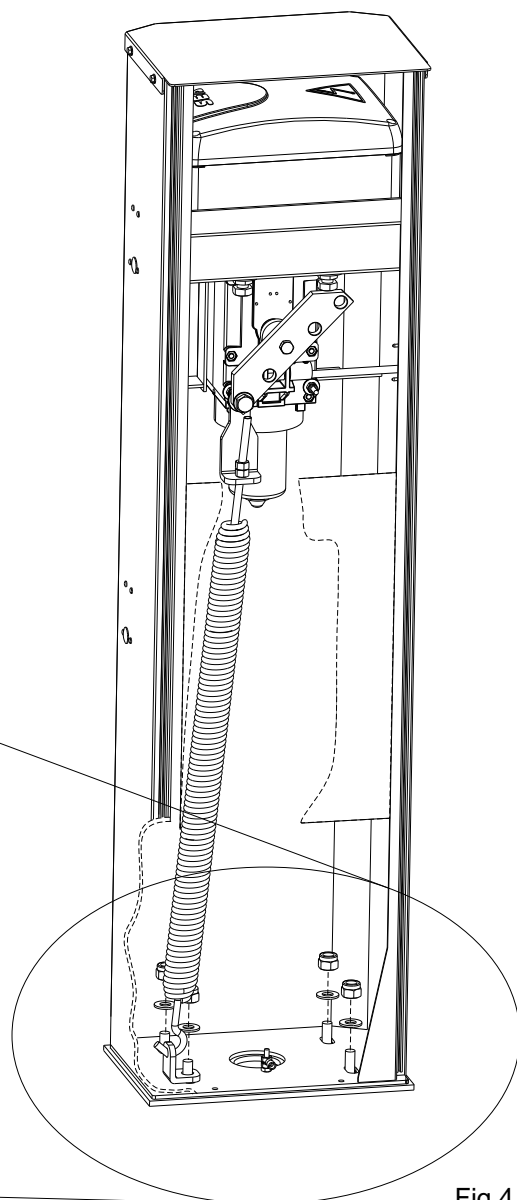

Fig.4
- Insérer l'étriers d'ancrage du ressort: A en cas de montage à gauche, B en cas de montage à droite; en positionnant l'étrier toujours vers l'intérieur comme dans Fig 4.